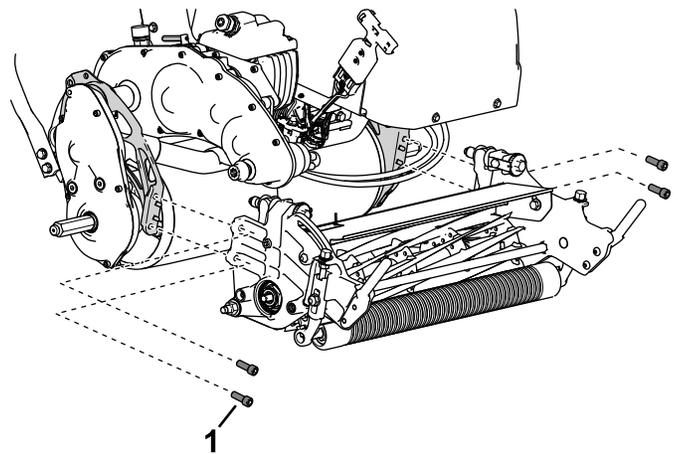

Figure 7
1. Fixez l'unité de coupe sur la machine à l'aide de 4 vis à tête creuse (Figure 7).